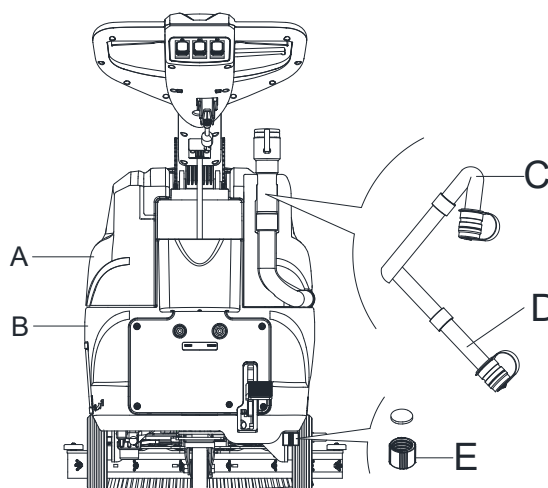

Рис. 10
При сливе грязной воды вакуумная трубка для грязной воды должна быть пережата (С, Рис. 10) и опущена в нижнее положение (D, Рис. 10), затем откройте крышку вакуумной трубки для грязной воды и слейте воду. Не направляйте выходное отверстие вакуумной трубки для отходов вверх, чтобы сливать воду вертикально. Это позволит избежать попадание отработанной воды на оператора.
8. Слейте воду из бака моющего средства через крышку слива (E, Рис. 10). После эксплуатации промойте бак чистой водой.
2. Слейте воду из баков (А и В, Рис. 10), как показано в предыдущем пункте.